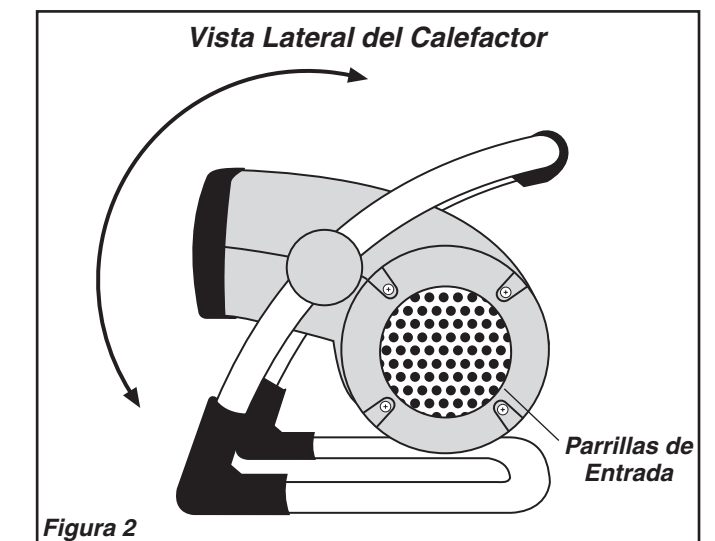

Figura 2
- Mueva la **Perilla de Encendido** hasta la posición de calor deseada. El Calor Alto (1500 vatios) está representado por el (2) y el Calor Bajo (900 vatios) por el (1).
- Para ajustar el ángulo del flujo de aire del Calefactor, haga girar el cuerpo del Calefactor hacia delante o hacia atrás hasta la posición deseada. (**Figura 2**)
- Para desconectar el Calefactor, gire la **Perilla de Encendido** hacia la posición de "APAGADO" (0), luego retire el enchufe del tomacorriente.